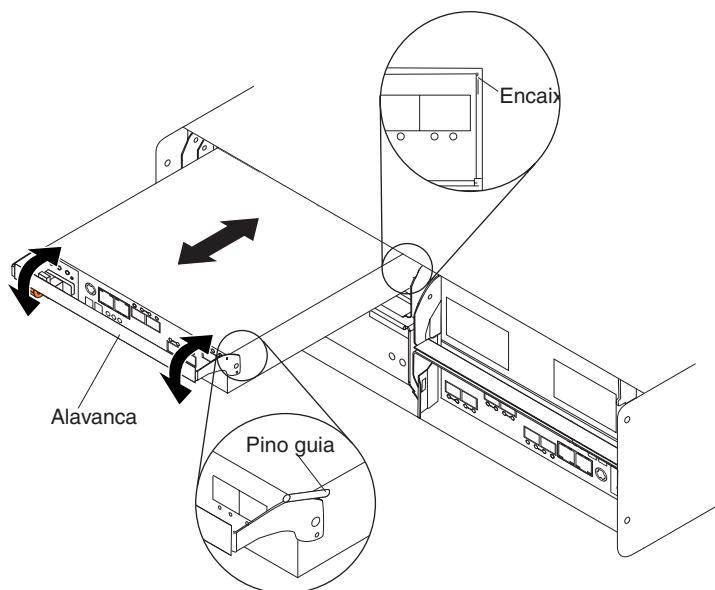

Figura 21. Removendo e Recolocando um Controlador
1. Deslize um controlador no slot vazio do subsistema de armazenamento. Certifique-se de que a alavanca esteja puxada enquanto você desliza o controlador para dentro, conforme mostrado na Figura 21 na página 48.